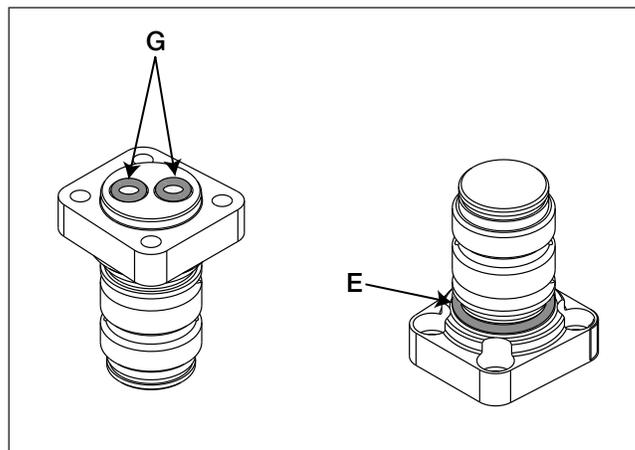

Figura 2, instalação do anel tipo O, batente da conexão giratória
- Verifique se os quatro parafusos sextavados (D) de fixação do batente da conexão giratória estão bem apertados. Veja os valores de torque na seção 5.0, passo 6.
- Retire o anel tipo O (E) do batente da conexão giratória (F) e substitua-o por um novo anel tipo O (E) do kit. Aplique lubrificante de silicone no anel tipo O antes de proceder à sua instalação. Veja o lugar indicado na figura 2.
- Caso ainda não o tenha feito: Remova o anel-mola retentor (A) da parte superior do batente da conexão giratória (F). Usando um par de chaves de fenda retire cuidadosamente a unidade da conexão giratória (B) do batente da conexão giratória (F).
- Retire os quatro parafusos sextavados (D) que fixam o batente da conexão giratória (F). Cuidadosamente retire o batente da conexão giratória (F) da caixa da unidade de acionamento ou da caixa do torquímetro (H).
- Limpe todas as superfícies da unidade de acionamento ou da caixa do torquímetro (H). A seguir, aplique uma pequena quantidade de selante Loctite 243 nas roscas de todos os quatro orifícios roscados (*) na caixa da unidade de acionamento ou na caixa do torquímetro (H). Tenha o cuidado em não pingar o selante para dentro das portas hidráulicas.
- Instale dois novos anéis tipo O (G) nas portas da base do novo batente da conexão giratória (F). Veja os lugares de anéis tipo O indicados na figura 2.
- Coloque o novo batente da conexão giratória (F) na unidade de acionamento ou no torquímetro (H), certificando-se do alinhamento das portas hidráulicas. Tenha o cuidado para os anéis tipo O (G) não caírem, ficarem entalados ou cortados.
- 7. Instale o novo anel tipo O do batente da conexão giratório (E) do kit. Aplique lubrificante de silicone no anel tipo O antes de proceder à sua instalação. Veja o lugar indicado na figura 2.